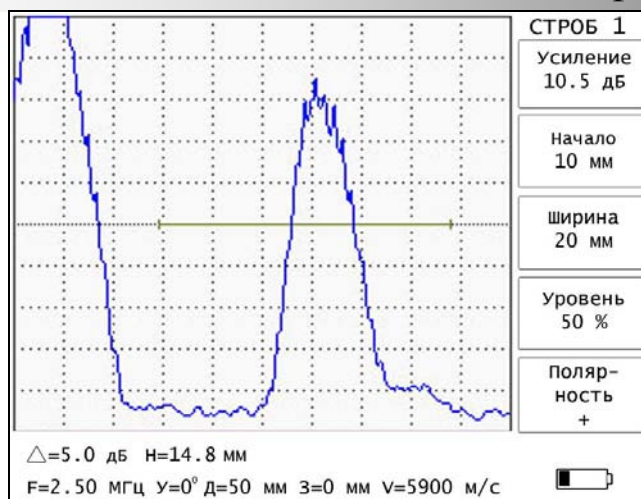

Рис. 5.8.
5.5.4. Меню «**СТРОБ 1**» содержит следующие параметры (рис. 5.8).